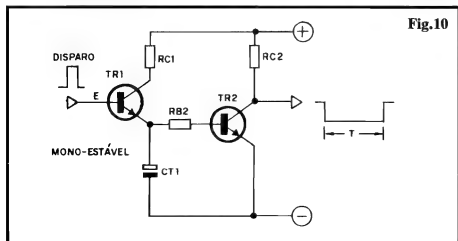

Fig. 10
- **FIG. 10 - O BLOCO MONO-ESTÁVEL** - Existe ainda um outro bloco lógico, dentro dessa "turma", que recebe também outros nomes, como TEMPORIZADOR, ou ALARGADOR DE PULSO, ou "MEMÓ-